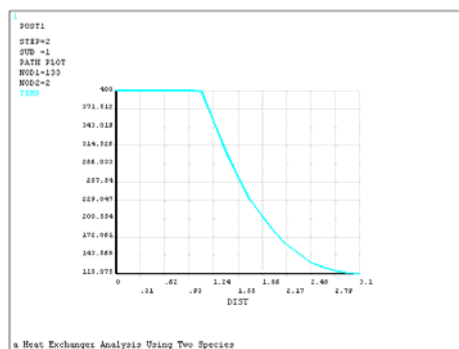

图 10-52 右边边界温度变化曲线
⑨单击“OK”按钮,“ANSYS”窗口将显示如图 10-52 所示的右边边界的温度变化